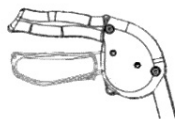

Abb. 5
1. Ziehen Sie die Handgriffe nach oben, bis sie gelöst sind, wie in Abb. 5 gezeigt.